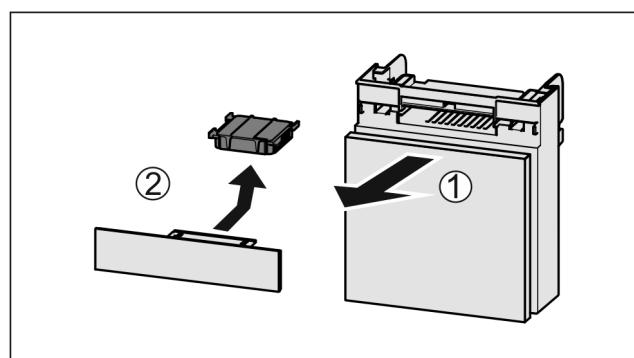

Fig. 136
- ▶ Издърпайте Fig. 136 (1) напред от отделението.
- ▶ Извадете Fig. 136 (2) филтъра с активен въглен.